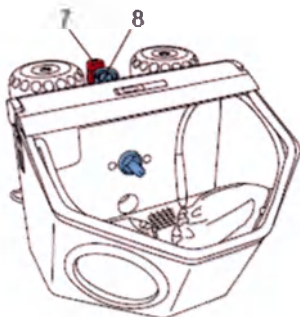

Рис.16
6. Настройка рабочего давления (рис.16)
- При помощи регулятора давления (7) установить соответствующее давление струи (1-6 бар). Индикация давления производится на манометре (8). Давление устанавливается для обоих бачков.